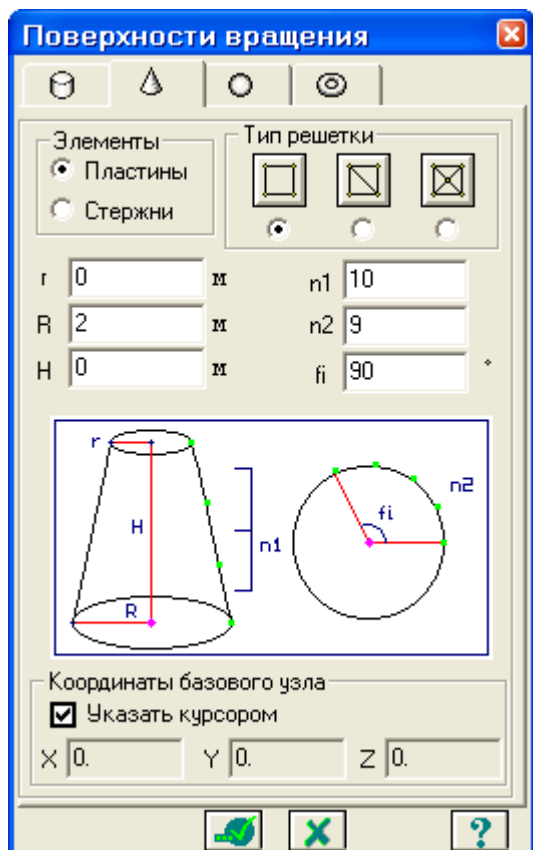

Рис.6.3. Диалоговое окно Поверхности вращения
- В диалоговом окне **Поверхности вращения** (рис.6.3) щелкните по второй закладке генерации конуса и задайте следующие параметры: